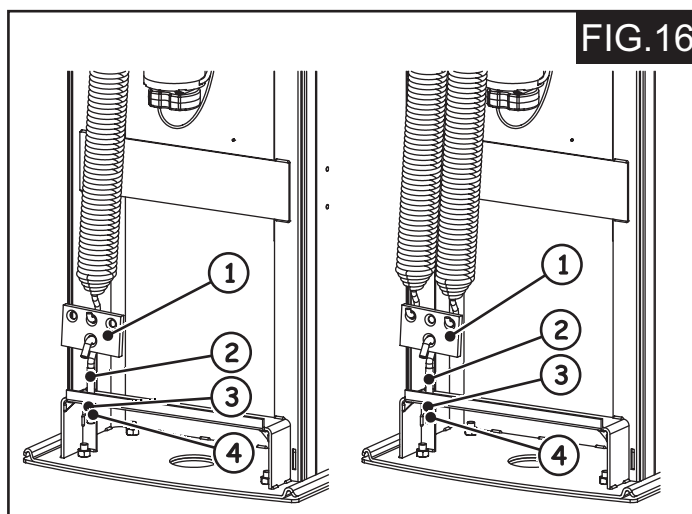

FIG.16
- 3.- En el otro extremo del muelle coloque el otro plato porta-muelle y el correspondiente tirante, (Fig. 16 ref. 1 y 2), y fije el grupo en el correspondiente orificio situado en el armazón. Coloque la tuerca de fijación, (Fig. 16 ref. 3).
- 4.- Atornille la tuerca, (Fig. 16 ref. 3), hasta recuperar completamente los juegos del muelle.
- 6.- Por medio de la tuerca inferior, (Fig. 16 ref. 3), empiece a tensar el muelle.
- 7.- Una vez terminada la regulación del muelle bloquee la posición del tirante apretando la contratuerca (Fig. 16 ref. 4).